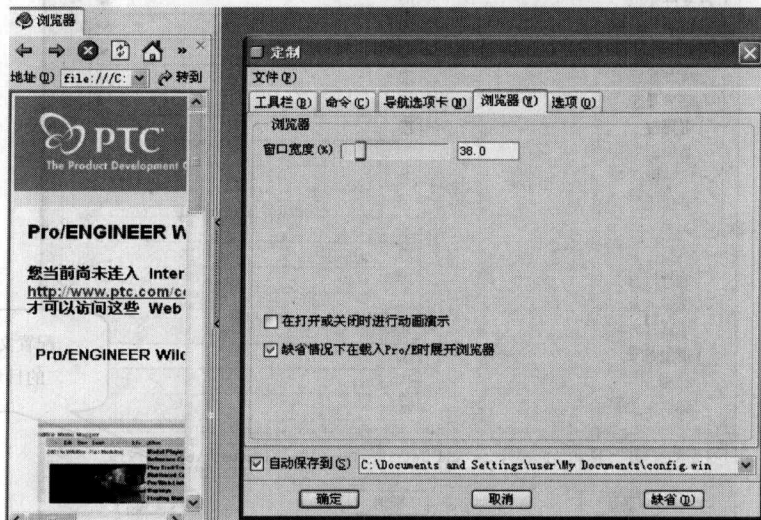

图 1-12 定制对话框
(4) 当选择“浏览器”标签时,会出现如图 1-12 所示的对话框,该对话框里是新版的新增功能,缺省情况是当启动时就会出现浏览器,要想启动不出现可以把勾去掉,还能调整窗口宽度。